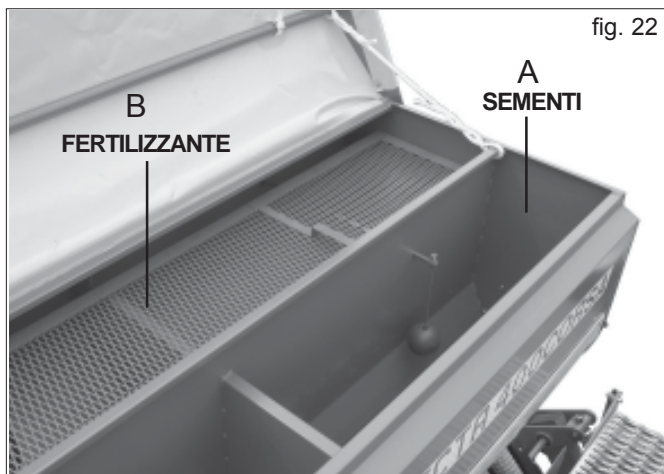

fig. 22
La tolva para la distribución COMBINADA está dividida en dos compartimientos (Fig. 22): el trasero (A) para las semillas y el delantero (B) para el fertilizante. Este último, además, está dotado de una rejilla para cribar eventuales cuerpos extraños y grumos que podrían dañar el mecanismo de dosificación. Cada compartimiento dispone de mandos separados para la regulación de las dosis de semillas y fertilizante. El compartimiento delantero (fertilizante) está dotado de una placa adicional (C Fig. 22) para impedir el desbordamiento de la tolva a la tapa durante las operaciones de llenado del compartimiento.